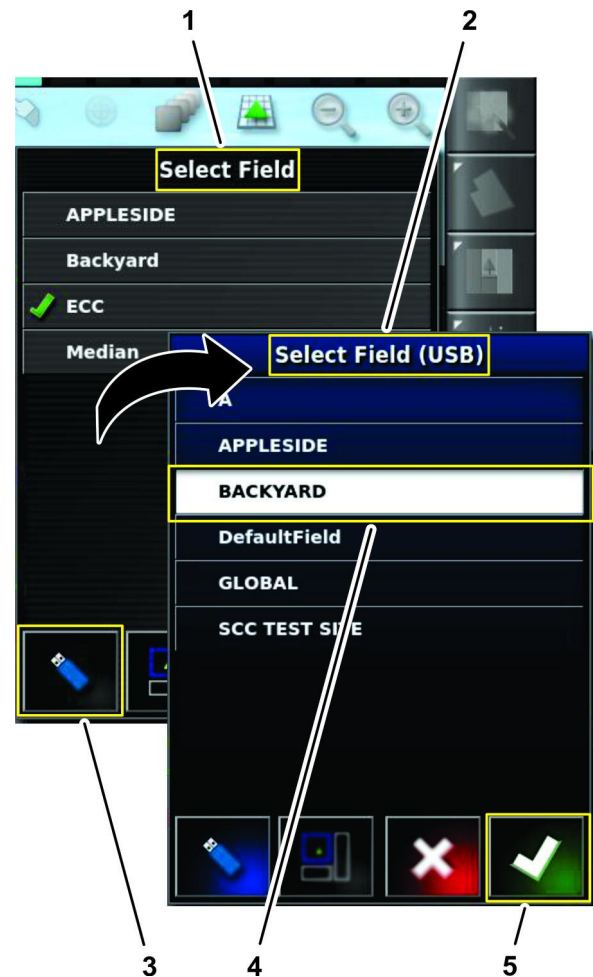

Bild 36
1. Tippen Sie in der Liste der auszuwählenden Felder auf das Symbol Schalter (Bild 36).
2. Tippen Sie in der Liste der auszuwählenden Felder auf das Feld-Symbol für das Feld, das Sie besprühen, und tippen Sie auf das Bestätigen-Symbol (Bild 36).